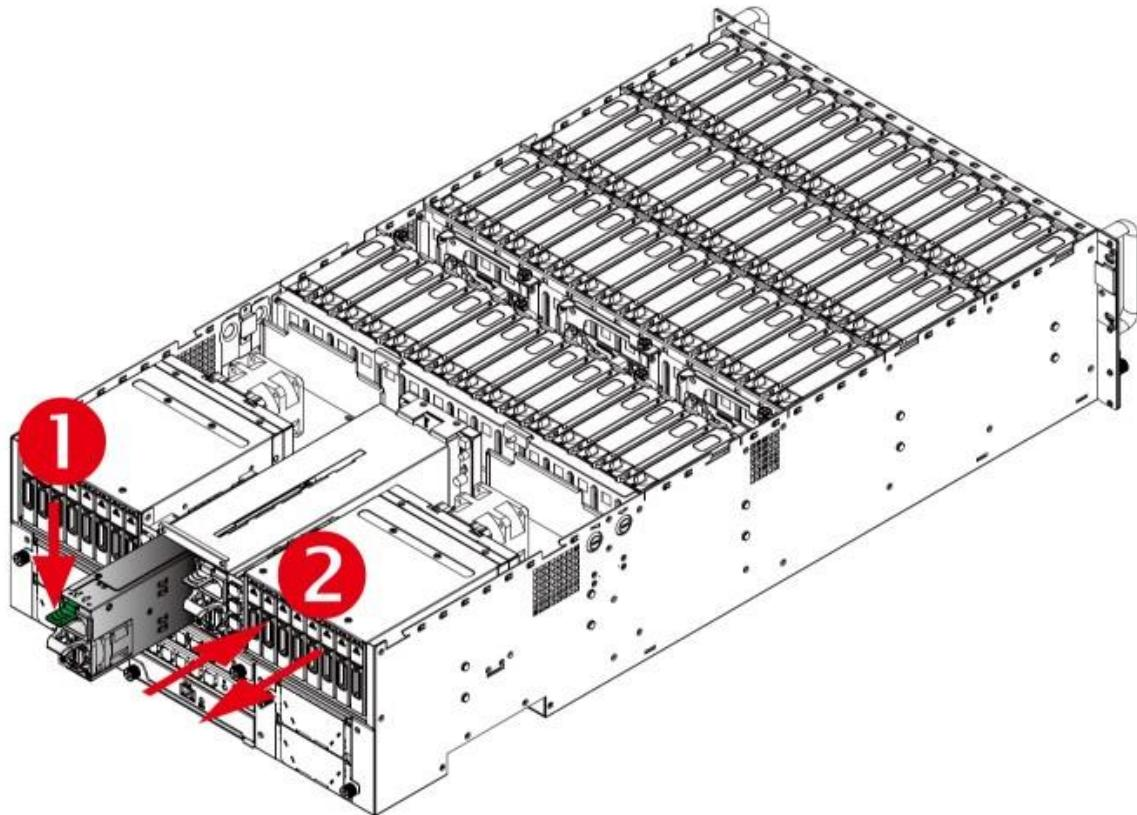

Рисунок 157 - Демонтаж модуля блока питания
- 3) Держать вкладку ручку лотка. Затем потянуть лоток модуля блока питания аккуратно, пока он не выскользывает из корпуса модуля хранения (см. Рисунок 157).